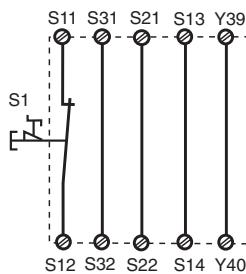
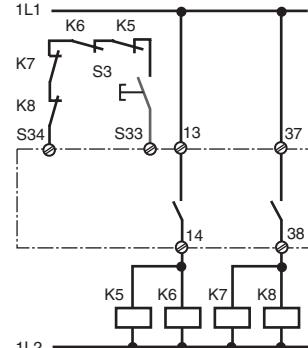

Fig. 2: Circuito de entrada monocanal, automático. rearme/Circuito di entrata monocanale, start automat./Eenkanalig ingangscircuit, automatische start
Fig. 10: como la Fig. 9 con rearme supervisado/come fig. 9 con start controllato/ Zoals fig. 9 met bewaakte start
En las fig. 2... a fig. 10 se presentan ejemplos de conexión posibles; paro de emergencia. Los cortocircuitos a través del paro de emergencia también son detectados. Por favor tenga en cuenta:
- Fig. 2 y 7: S33-S34 **no** conectado
In fig. 2 ... fig. 10 sono riportati degli esempi di collegamento per il cablaggio di arresto d'emergenza con start automatico e manuale, per il comando delle porte di sicurezza, nonché per la moltiplicazione dei contatti mediante relè esterni.
- Fig. 2 e 7: **nessun** collegamento S33-S34
In fig. 2 ... 10 worden aansluitvoorbeelden gegeven van noodstopschakelingen met automatische en bewaakte start, hekbewakingen en contactvermeerdering d.m.v. externe magneetschakelaars.
- Fig. 2 en 7: **geen** verbinding S33-S34